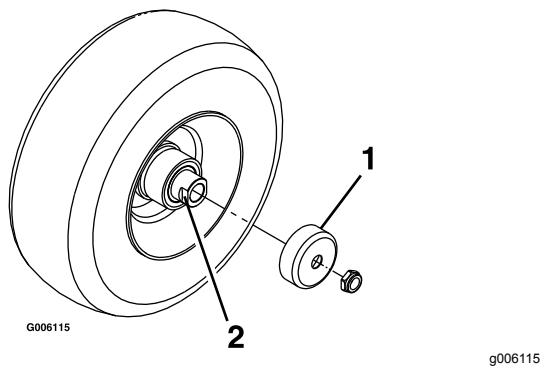

Figura 45
4. Retire los protectores de los retenes del buje de la rueda (Figura 45).